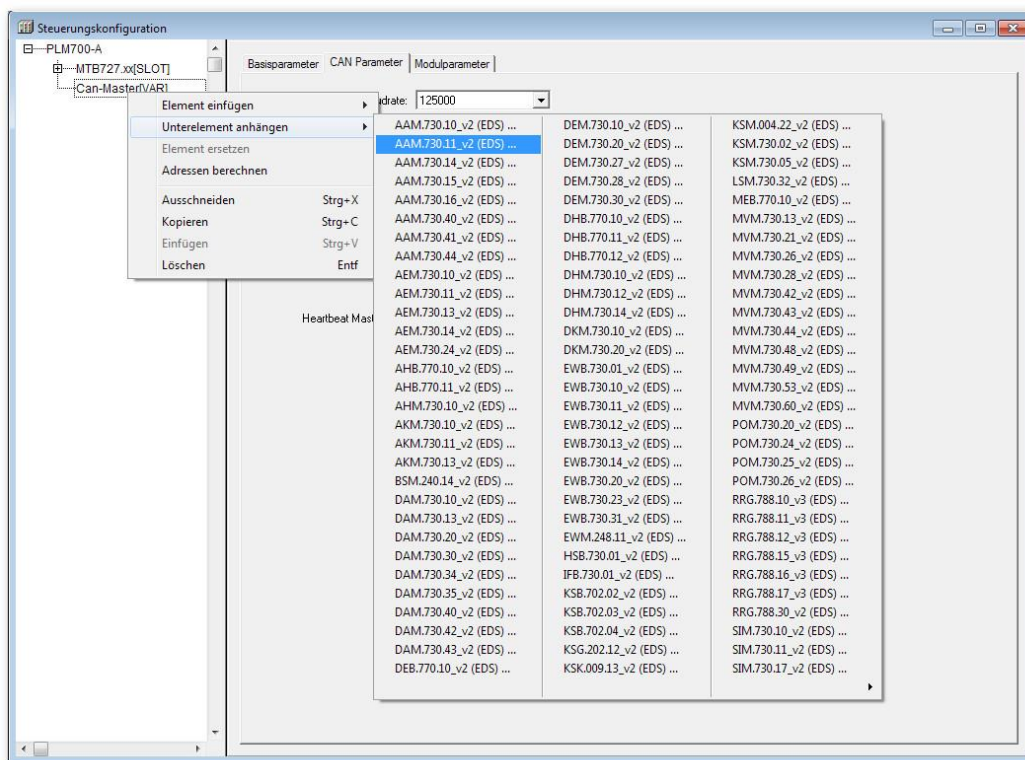

Abb. 7-5: CAN-Slave in Steuerungskonfiguration einfügen
- Öffnen Sie den Dialog *Ressourcen* → *Steuerungskonfiguration* (Abb. 7-5).
- Klicken Sie in der Liste mit der rechten Maustaste auf *CAN Master* und wählen Sie *Unterelement anhängen*. Aus der erscheinenden Liste mit PLM-Modulen wählen Sie das gewünschte aus (Abb. 7-5).